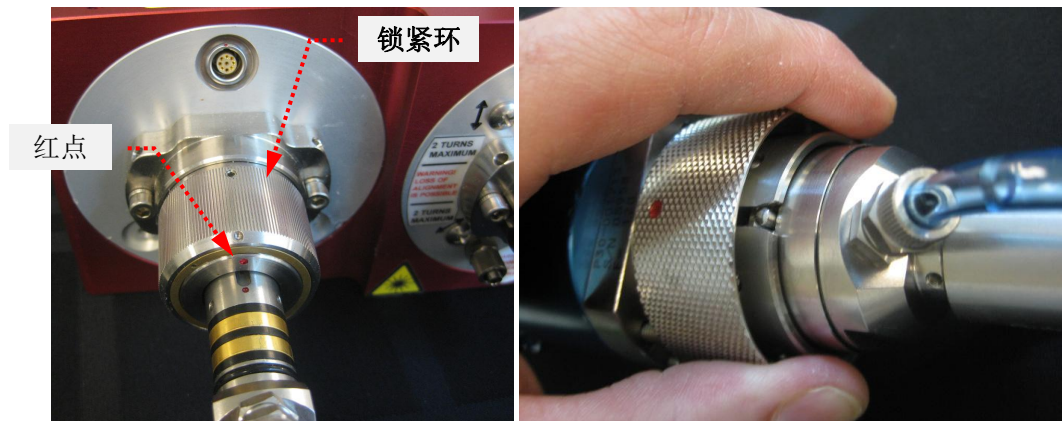

图 19 QBH 插入激光头
c) 激光头清洁：取出激光头，将激光头放入无尘箱内，用无尘擦拭布将激光头表面处理干净，特别是 QBH 接口表面、准直保护镜模组表面、聚焦保护镜片模组表面，确保没有灰尘（如图 19 所示）。
顺时针旋转 QBH 锁紧环，将其固定，上提锁紧环，再次顺时针旋转锁紧环，即可完成锁死。检查光纤锁紧环是否牢靠，如图 19 所示。